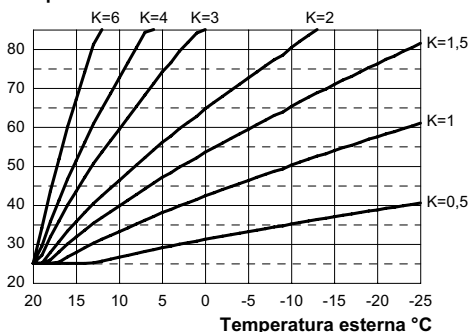

Figura 5.44
Se alla caldaia **È COLLEGATO** il comando remoto (opzionale) riferirsi alla Figura 5.44.
ottimizzare la temperatura di mandata (Figura 5.44).
Es. Per avere una temperatura di mandata all'impianto di riscaldamento di 60°C con una esterna di -5°C si deve settare un K di 1,5 (linea tratteggiata in Figura 5.44).
- Utilizzando i tasti 12 o 13 è possibile modificare il valore del parametro 15 da un minimo di **01** ad un massimo di **60** in base alla curva scelta del coefficiente K in Figura 5.44 (il valore letto sul display corrisponde a valori decimali di coefficienti K).